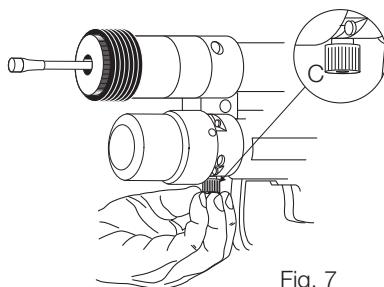

Fig. 7
1. Svitare il dado di protezione situato sul dispositivo di ritorno d'emergenza (C) come indicato in Fig. 7.